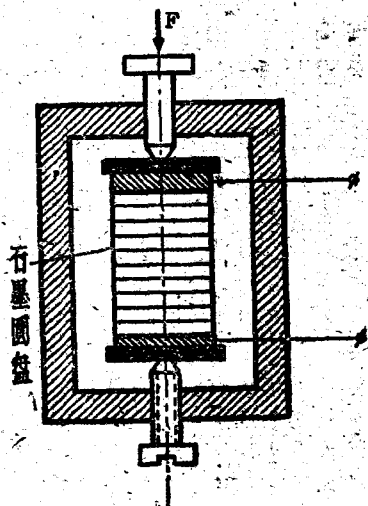

图5
3. 炭精感受器(图5) 它主要用来测量大的应力和压力(从 $10 \sim 1000$ 仟克)。簡單的炭精感受器设备是由石墨盤堆成的圓柱体,兩端裝有接触圓盤和支架裝置。图中 F 是外